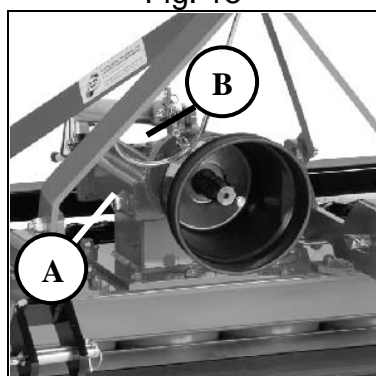

Fig. 16
1. Graisser les supports du rouleau (Fig. 16 - Réf. A).